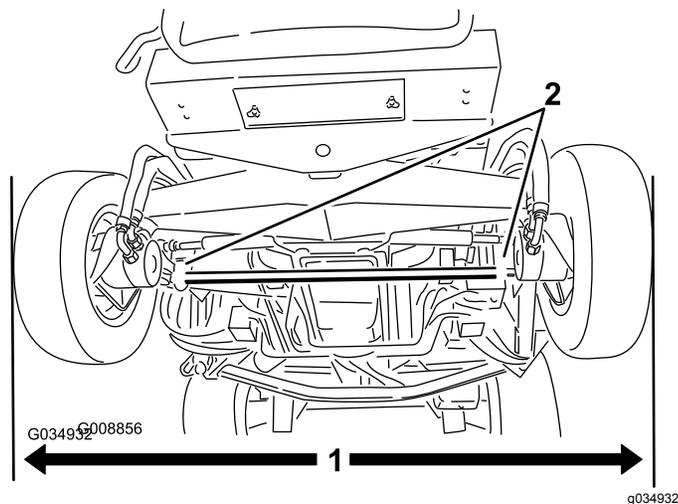

Рисунок 105
1. Установив задние шины строго прямолинейно, измерьте наружное расстояние (на высоте моста) в передней и задней частях задних шин (**Рисунок 105**).
2. Для регулировки схождения ослабьте зажимы на обоих концах поперечных тяг (**Рисунок 105**).